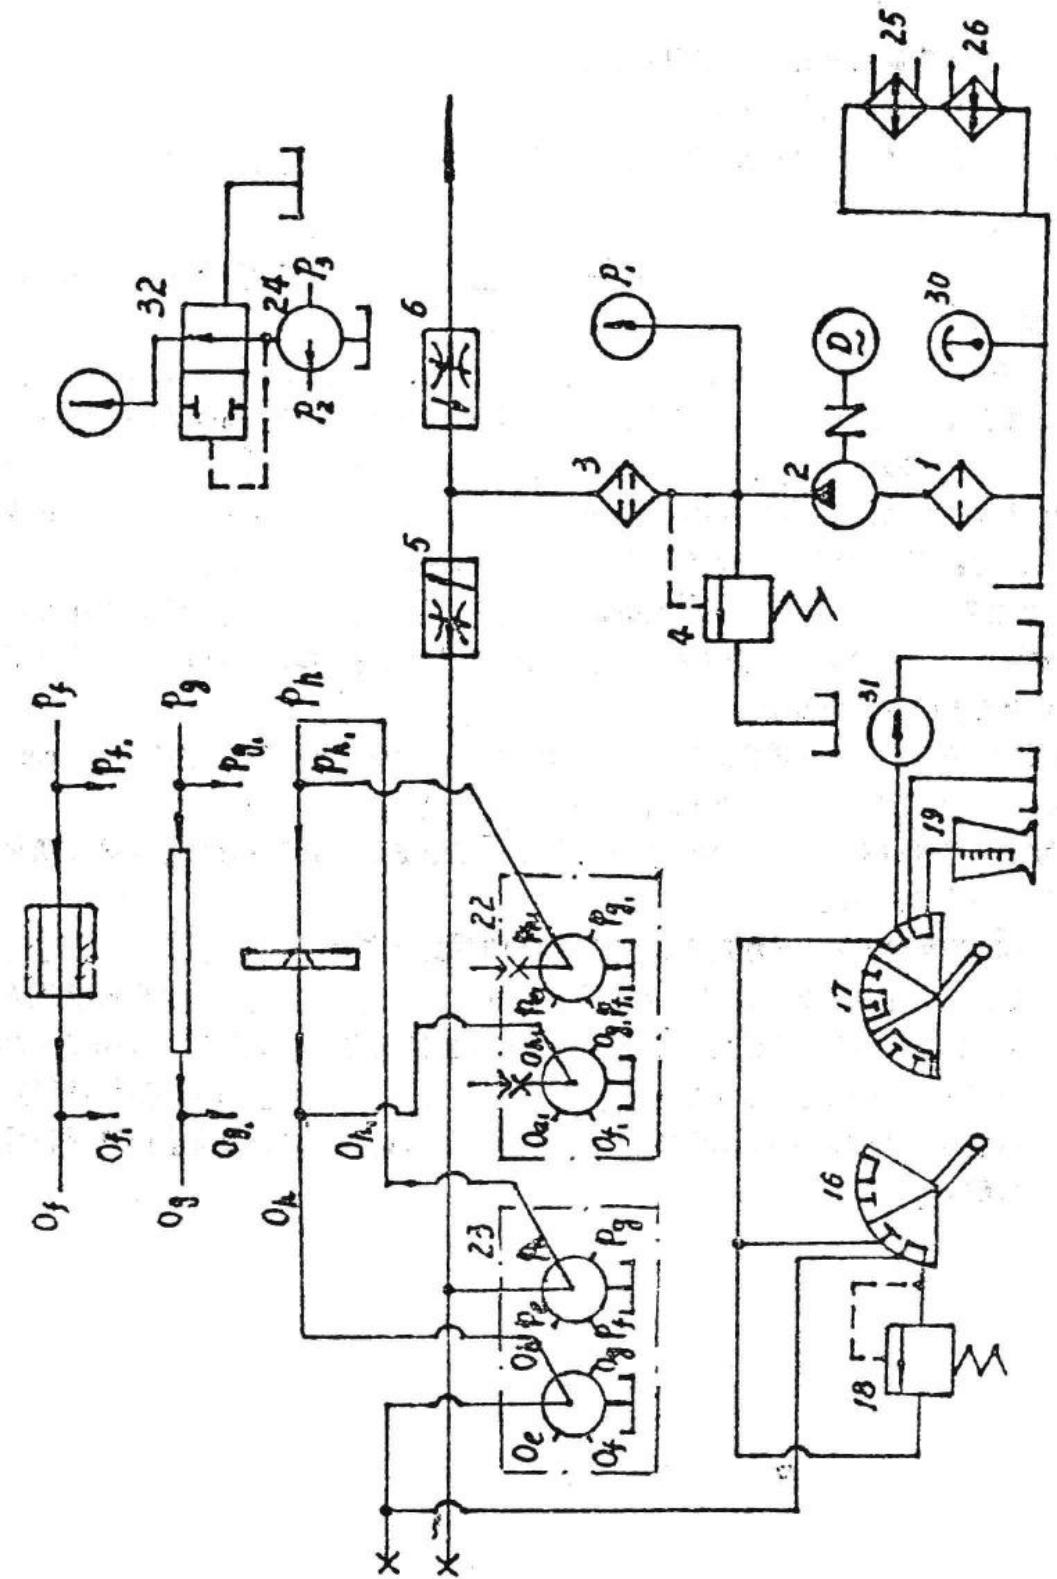

图 2-1.
三、实验装置及液压系统原理图（见图 2-1）
2. 慢慢打开调速阀 5, 油经阀 5 到达_____阀, 阀_____将压力油依次分配到薄壁小孔、细长小孔和短孔等, 各路回油也由此阀集中后, 通到_____通转阀_____ (不过经背压阀 18) 及通转阀_____流至流量计 31, 然后回油箱, 其他手柄全部关闭 (注: 在记录数据前先将各液阻通油两分钟左右, 此时流量不宜过大), 与本系统无关的一些阀和手柄在图 2-1 中未画出。